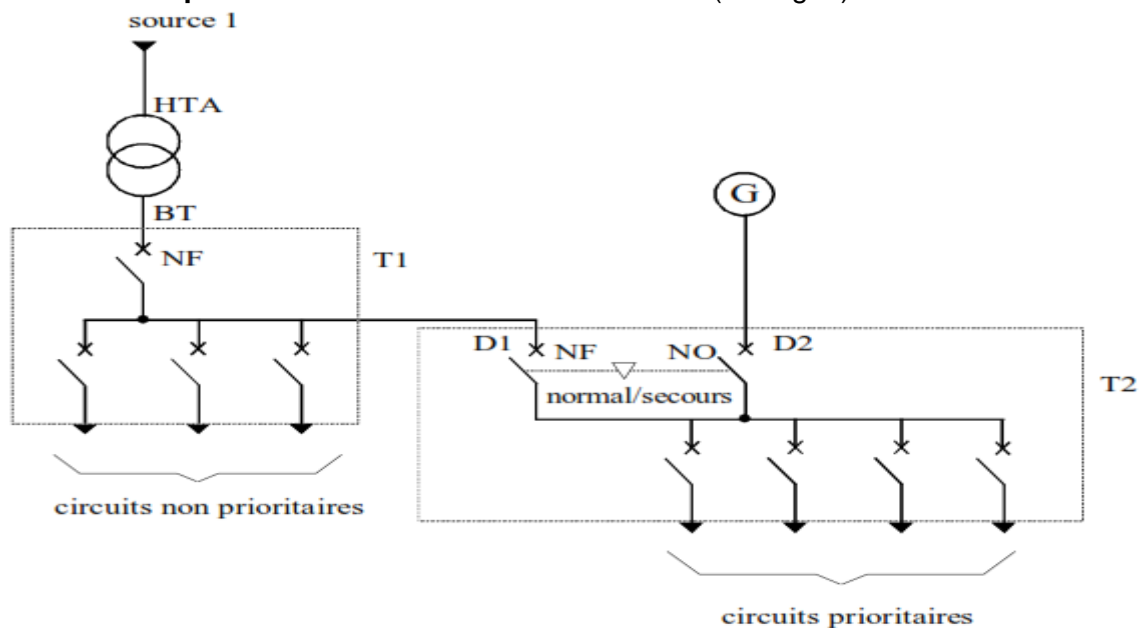

Figure 9 : 1 transformateur et 1 alternateur
■ 1er exemple : 1 transformateur et 1 alternateur (voir fig. 9)